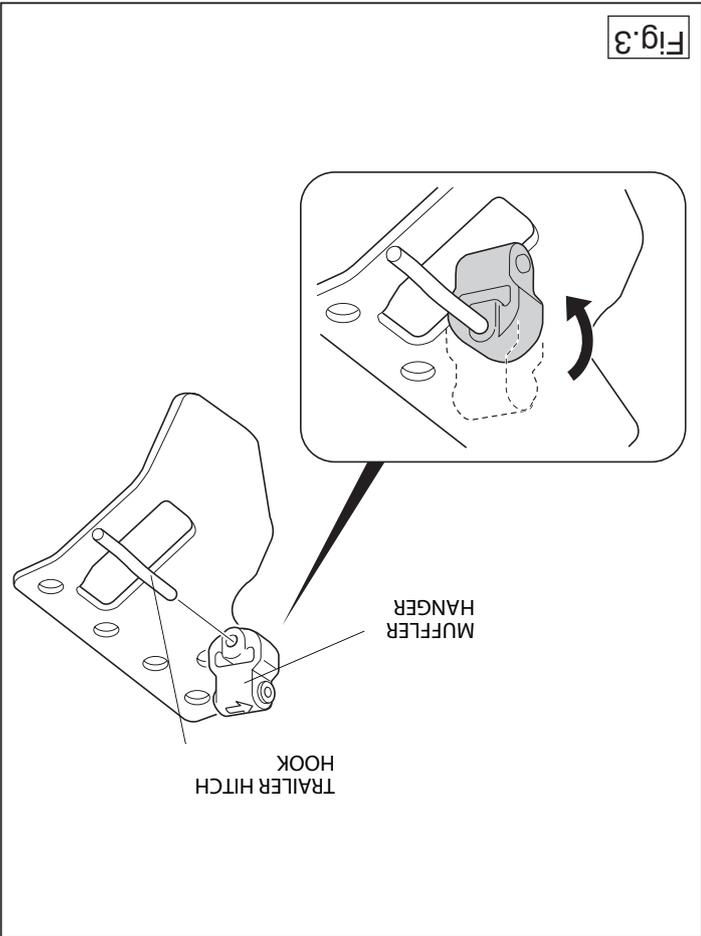

Fig.3
3. Take the exhaust rubber from the suspension bracket and slide it over the pin to which the tow bar is welded. See figure 3.
3. Faire glisser le caoutchouc du collier de suspension qui a été détaché par dessus la goupille soudée à l'attache-remorque. Voir la figure 3.
3. Den Auspuffgummi vom gelösten Aufhängungsbügel abnehmen und diesen über den an die Anhängervorrichtung geschweißten Stiff schieben. Siehe Abbildung 3.
3. Tag udstødningsgummiet fra den løsnede ophængbøjle og skub den over stiften, som er svejset på anhængertrækket. Se fig. 3.